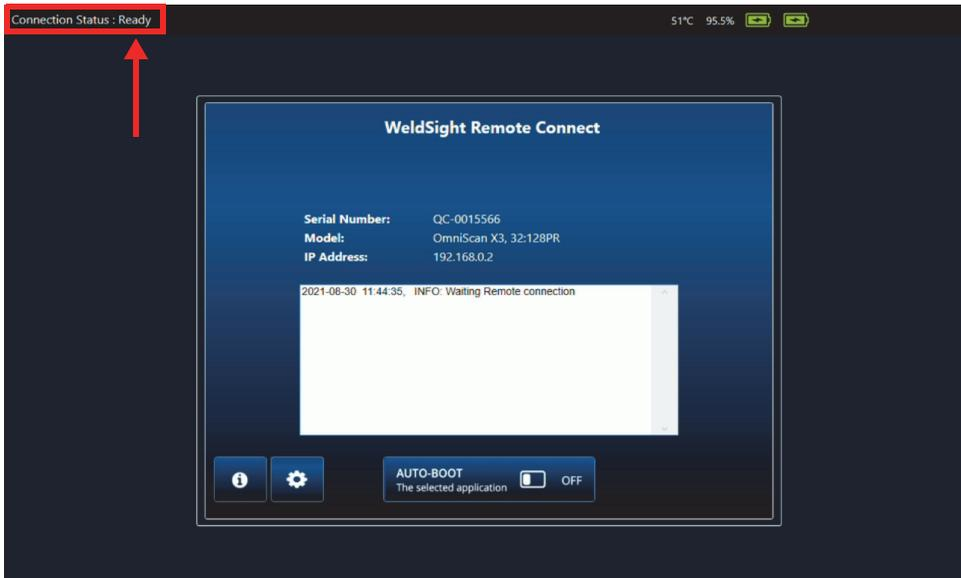

Figura 7-5 Estado de conexión: Ready (Listo)
4. El estado de la aplicación WeldSight Remote Connect debe pasar de **Not Ready** (No preparado) a **Ready** (Listo) cuando el OmniScan X3 detecta una conexión válida con la PC (ver Figura 7-5 en la página 84).
| Figura 7-5 | Estado de conexión: Ready (Listo) | 84 |